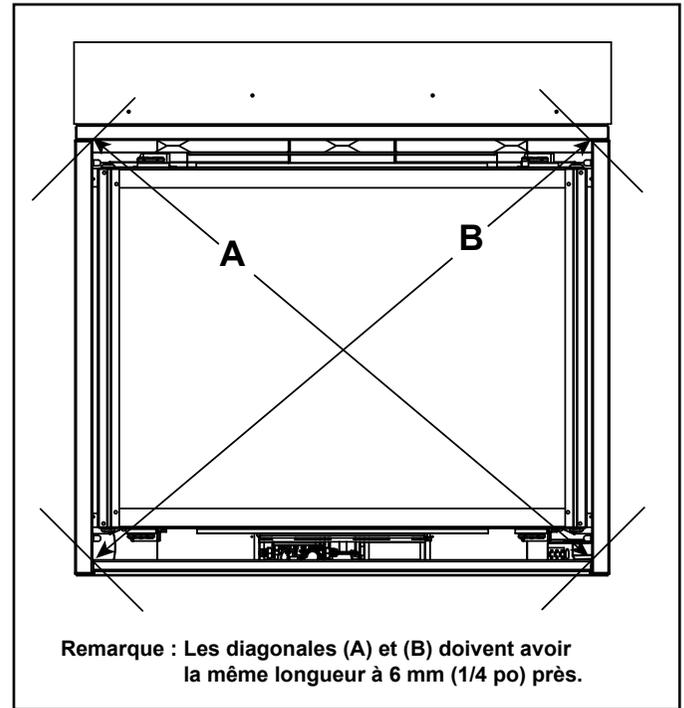

Figure 6.6 L'appareil doit être mis en place à l'équerre
Fixez la première section de l'évacuation au foyer en vissant à travers les deux bande de suspension provenant de la couple de la bande de suspension du couvercle du conduit (Figure 6.6).
- Placez l'appareil de façon à ce que les diagonales aient la même longueur à 2 mm (0,25 po) près. Voir la figure 6.6.